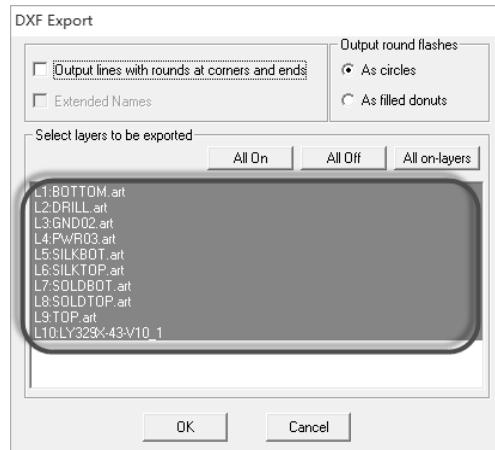

图 12-102 DXF 文件的导出
(1) 在 CAM350 界面中，执行菜单命令“文件-导出-DXF”，进行导出操作，选择导出所有层，如图 12-102 所示。